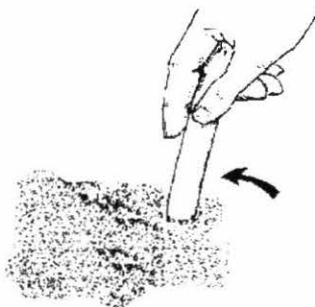

Figura 12. Cálculo profundidad de cajuela
4. Para determinar la profundidad, entierre el palo de hoyado dentro del área delimitada para mantener las medidas 40*40*40. (Véase figura 12)